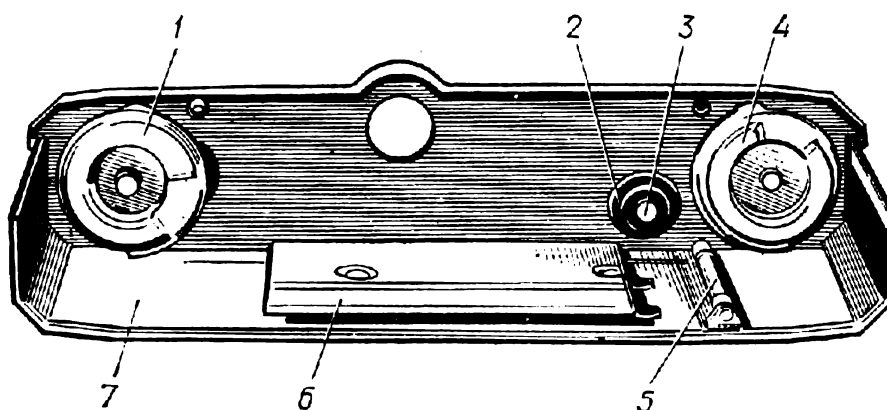

Рис. 32. Задняя стенка:
5.2.127. Проверить крепление задней стенки 23 (рис. 2) на корпусе, устранить излишний (более 0,3 мм) люфт. Для этого снять заднюю стенку 23 с корпуса 1 фотоаппарата (см. п. 4.2.) и исправить замки задней стенки. При необходимости отвинтить винт 3 (рис. 32), под головку этого винта поставить шайбы 2. Завинтить винт 3 до упора. Установить и закрепить заднюю стенку 7 на корпусе камеры.
Возможные неисправности: а — деформирована задняя стенка 7 (рис. 32) и прижимная планка 6 зажимает пленку; б — тугие
5.2.134. Снять заднюю стенку 7 (рис. 32) с корпуса фотоаппарата.